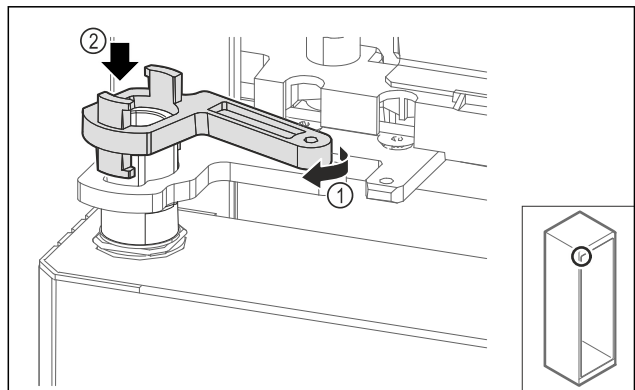

Fig. 66
- ▶ Злегка поверніть механізм блокування опорного кронштейна Fig. 66 (1) та надягніть його на втулку Fig. 66 (2).